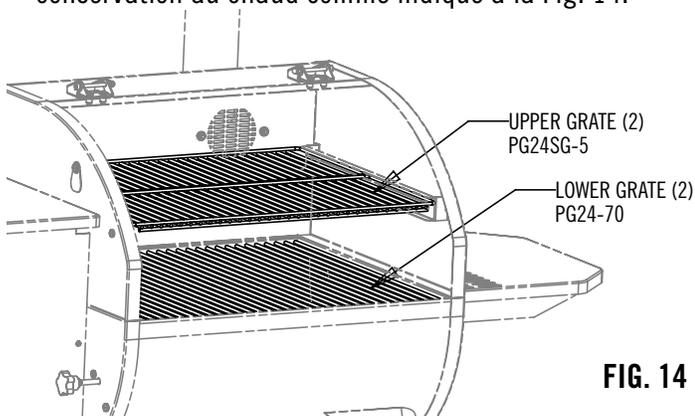

**FIG. 12**
1. Monter la lèchefrite comme indiqué aux Fig. 12 et 13.